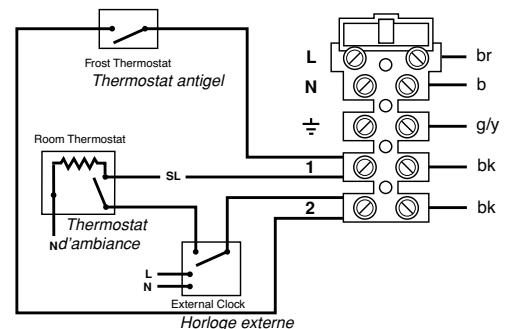

Fig. 26
6. Remove the link between terminal 1 and 2 and connect the cables from the external control (Fig. 26).
6. Enlever l'élément de liaison entre les bornes 1 et 2 et brancher les câbles sortant de la commande externe (Fig.26).
NOTE: If the room thermostat being used incorporates an anticipator it **MUST** be wired as shown in Fig. 26
REMARQUE : Si le thermostat d'ambiance utilisé incorpore une résistance accélétratrice, il doit être câblé comme le montre la Fig. 26